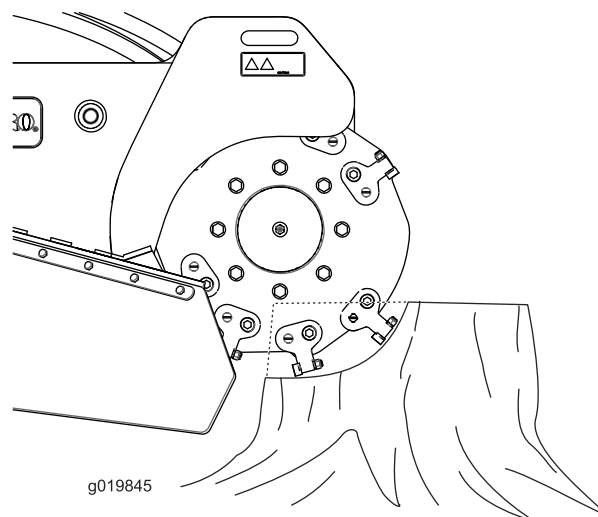

Figure 21
4. Utilisez le levier de commande pour passer la dessoucheuse lentement sur la souche, et enlever une largeur de copeaux (Figure 21).
de la roue (Figure 21), soulevez la dessoucheuse, avancez et recommencez à couper au bord.